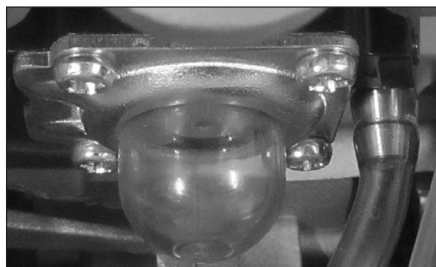

Рис. 8 Ручной топливный насос
1. Прокачайте топливо через карбюратор. Для этого нажимайте (примерно 5-10 раз) на ручной топливный насос до появления в насосе топлива и возникновения сопротивления при нажатии. Насос находится в нижней части карбюратора со стороны топливного бака за корпусом воздушного фильтра (Рис. 8).